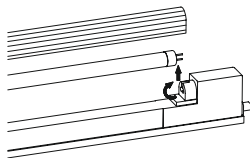

Рисунок 3
4.4 Установка и замена люминесцентной лампы (рисунок 3).